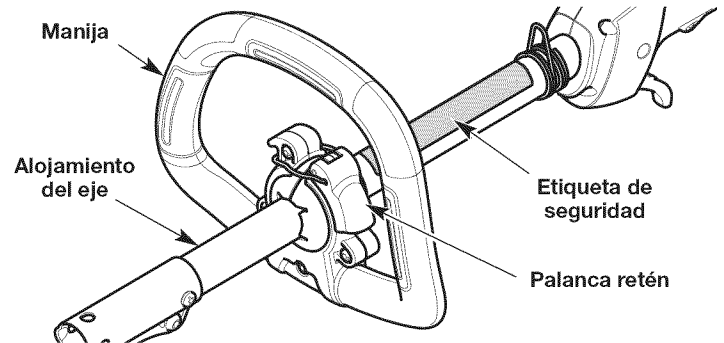

Fig. 7
7. Mantenga la unidad en la posición de funcionamiento (Fig. 15). Mueva la manija hacia arriba o abajo del alojamiento del eje hasta que esté en una posición cómoda (Fig. 7). Compruebe que la manija esté ubicada más allá del extremo de la etiqueta de seguridad (Fig. 7).
1. Levante la palanca retén para aflojar la manija (Fig. 7).
2. Mantenga la unidad en la posición de funcionamiento (Fig. 15). Mueva la manija hacia arriba o abajo del alojamiento del eje hasta que esté en una posición cómoda (Fig. 7). Compruebe que la manija esté ubicada más allá del extremo de la etiqueta de seguridad (Fig. 7).